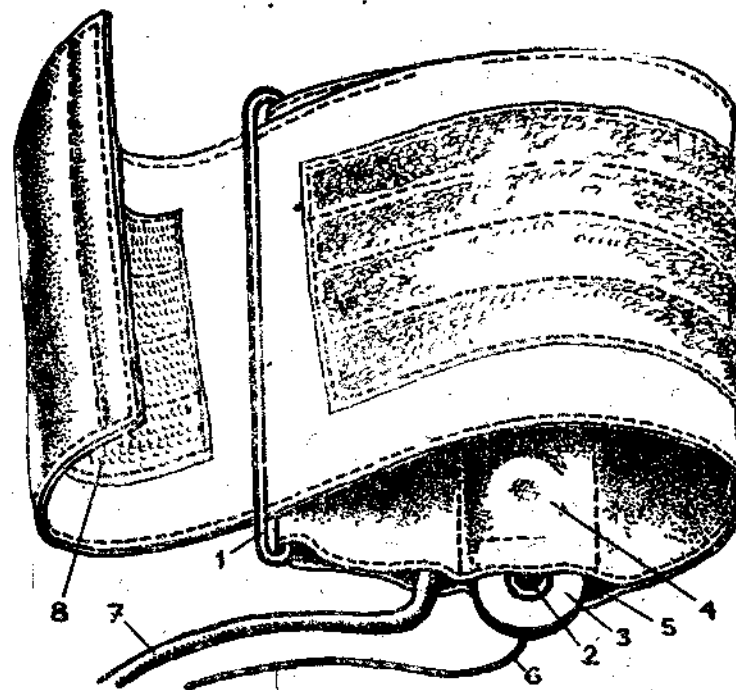

Рис. 2. Установка пьезодатчика в компрессионную манжету:
4.2. На рис. 2 показано, как устанавливается датчик 3 в карман 5 манжеты. На месте расположения датчика нанесена специальная метка 4. Пилот 2 датчика должен быть обращен к поверхности ман-
5.2. Разверните манжету. Убедитесь в целостности шнура датчика, находящегося в кармане манжеты, в правильности установки датчика, который должен быть расположен пилотом к метке 4 на поверхности манжеты (рис. 2), прикладываемой к плечу.
6.4. Если по каким-либо причинам датчик извлечен из манжеты, обратно надо установить таким образом, чтобы пилот датчика находился на стороне манжеты, которая прикладывается к плечу, как показано на рис. 2.